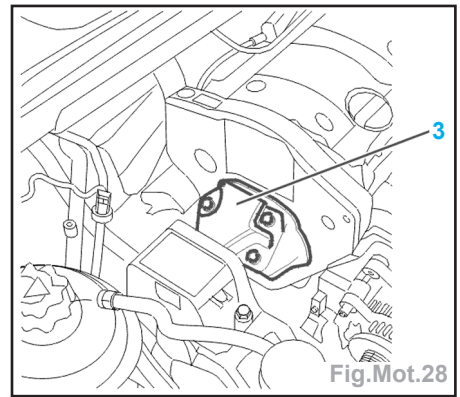

Fig.Mot.28
- Déposer (Fig.Mot.28) :
- la main moteur (3) gauche complète,
- Piger les arbres à cames (outils : arbre à cames admission, ref. 0132 AJ2 ; arbre à cames échappement, ref. 0132 AJ1) ainsi que le volant moteur (outil : ref. 0132QY).